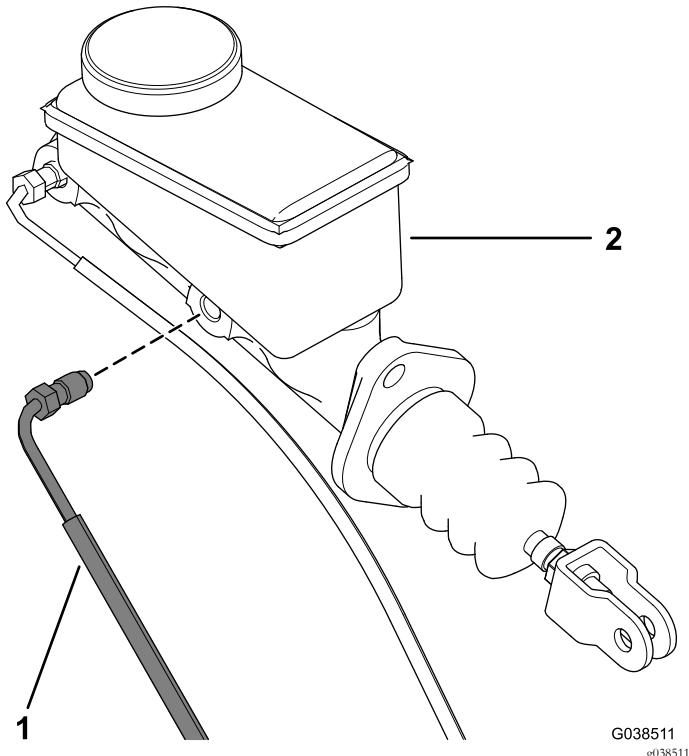

**Figure 4**
4. Retirez les 2 boulons à embase (3/8" x 1") qui fixent le support de l'étrier de frein à la fusée et déposez l'étrier de frein de la fusée (Figure 4).
9. Fixez le nouvel étrier de frein sur la fusée à l'aide de 2 boulons à embase (3/8" x 1"), comme montré à la Figure 4.